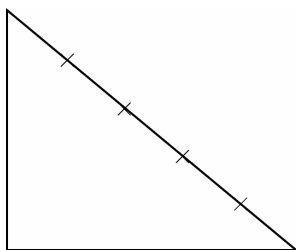

图 3-32 定数等分对象
(2) 将三角形的斜边定数等分为 5 份, 如图 3-32 所示。